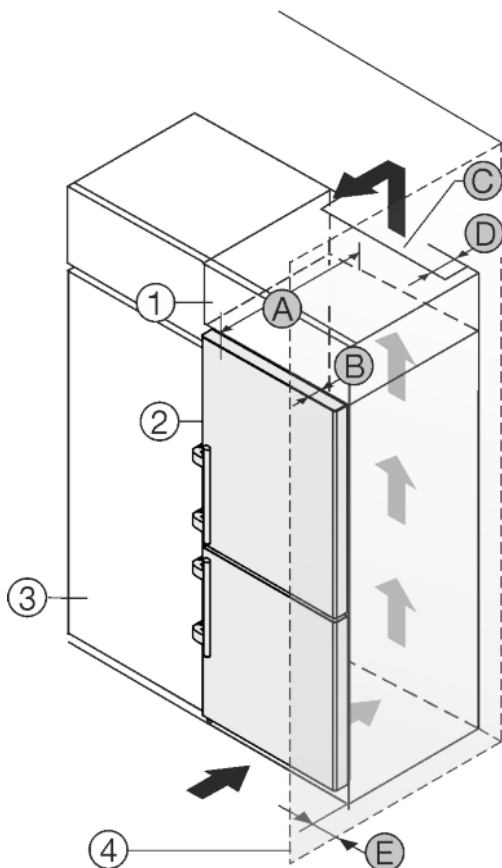

Fig. 25
Пристрій можна комбінувати з кухонними шафами. Для того, щоб пристрій Fig. 25 (2) вирівняти по висоті кухонної секції, на пристрій можна встановити антресольну секцію Fig. 25 (1).
Пристрій можна встановлювати безпосередньо поряд з кухонною шафою Fig. 25 (3). Для повного відкриття дверей пристрій повинен виступати на глибину Fig. 25 (B) відносно передньої панелі кухонної шафи. Залежно від глибини кухонних шаф та використання пристінних розпірок пристрій можна встановити так, щоб він виступав вперед.
- Задня сторона антресольної шафи повинна мати вентиляційний канал глибиною Fig. 25 (D) вздовж всієї ширини шафи.
- Під стелею приміщення слід дотримуватись поперечного перерізу вентиляційного відведення повітря Fig. 25 (C).
Якщо пристрій з шарнірами встановлюється поряд зі стінкою Fig. 25 (4), то між пристроєм та стінкою слід дотримуватись відстані Fig. 25 (E). Це відповідає виступу ручки при відкритих дверцятах.